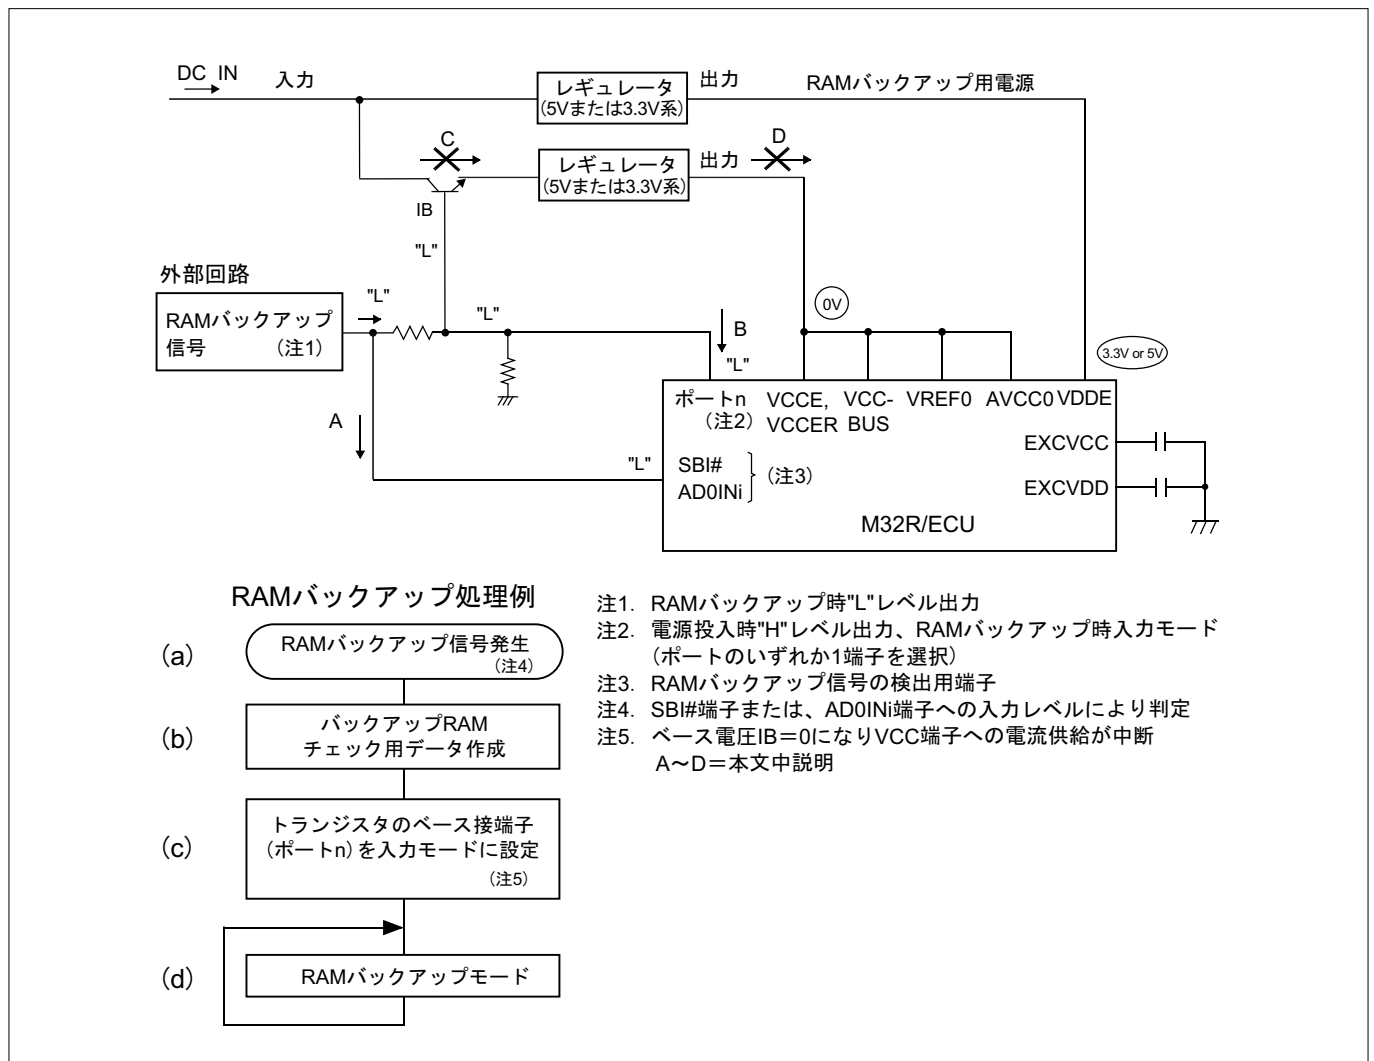
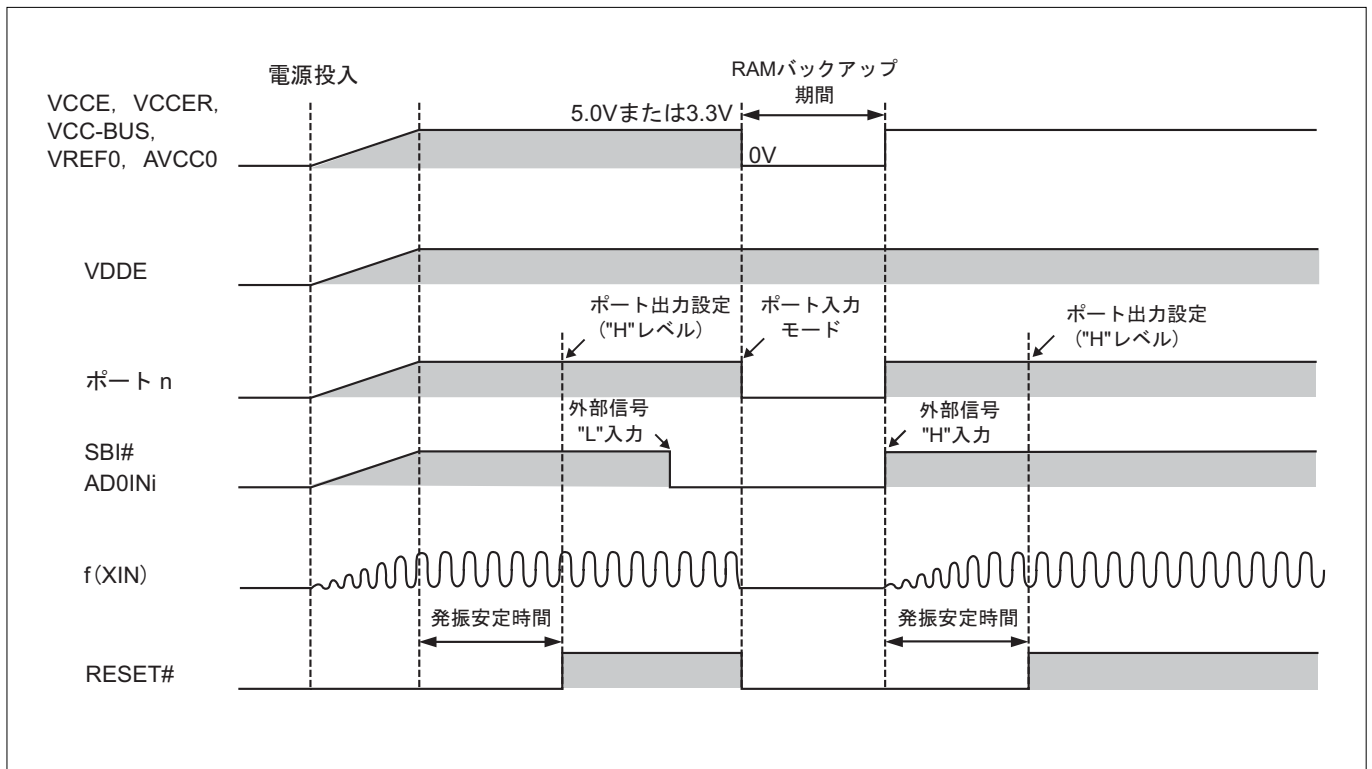

図19.3.3 低消費電力化時のRAMバックアップ時の状態
図19.3.4 低消費電力化のためのRAMバックアップシーケンス例
図19.3.3にRAMバックアップ時の状態を示し、図19.3.4にRAMバックアップシーケンスを示します。外部回路から"L"レベルが出力されるとSBI#端子またはAD0INi端子へ"L"レベルが入力されます。これらの端子への"L"レベル入力、RAMバックアップ信号の発生となります(図19.3.3のA、(a))。RAMバックアップモードを有効にするためには、次の設定を行ってください。
- (1) RAMバックアップモードから通常モードに復帰したときに、RAMのデータが正常に保存されていたかのチェック用データを作成(図19.3.3の(b))
- (2) 低消費電力を実現するために、ポートn以外のプログラマブル入出力ポートをすべて入力モード(または出力モードで"L"レベル出力)に設定(図19.3.3の(c))
- (3) ポートnを入力モードに設定(図19.3.3のB、(d))
この処置によってトランジスタのベース電圧IBが"L"レベルになり、VDDE端子以外の電源端子への電源供給が遮断(図19.3.3のC、D)
(1)~(3)の設定によってVDDE端子は3.0V~5.5V、その他の端子は0Vになり、M32R/ECUはRAMバックアップモードになります(図19.3.3の(d))。